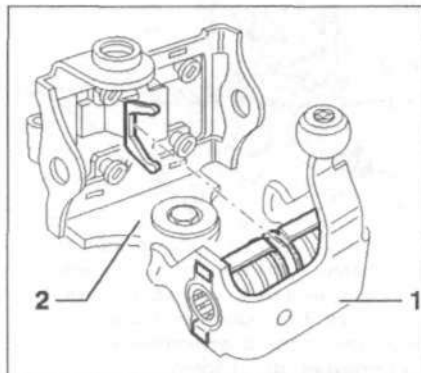

Рис. 8.43. Вставьте палец 1 в консоль 2.
33. Вставьте палец 1 в консоль 2 (рис. 8.43).